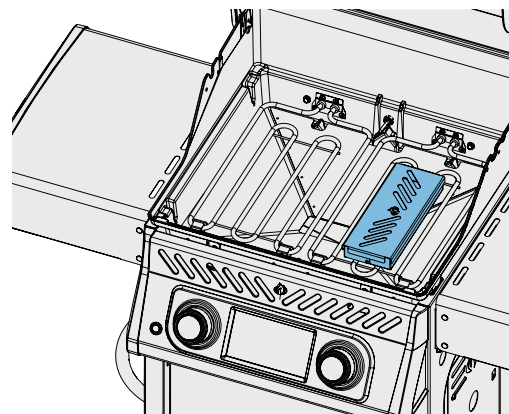

Рис. 6
1. Зніміть копильну коробку (якщо вона використовується) і вимийте її в теплій мильній воді. (Рис. 6)